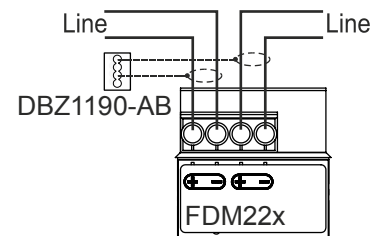

Fig. 7
1. If the detector line cables are shielded (Fig. 7), connect the shielding to a connection terminal DBZ1190-AB (accessories). The shielding must not touch any other potentials or metal parts in the device.
2. Connect the detector line (Fig. 7).
1. Falls die Melderlinienkabel abgeschirmt sind (Fig. 7), verbinden Sie die Abschirmungen mit einer Verbindungsklemme DBZ1190-AB (Zubehör). Die Abschirmungen dürfen keine anderen Potenziale oder Metallteile im Gerät berühren.
2. Schließen Sie die Melderlinie an (Fig. 7).